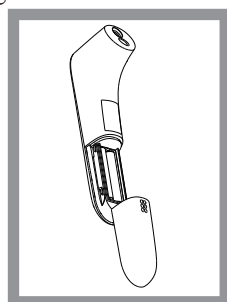

Figura 9
- Retire la batería e instale 2 baterías alcalinas AAA nuevas como se muestra en la Figura 9.